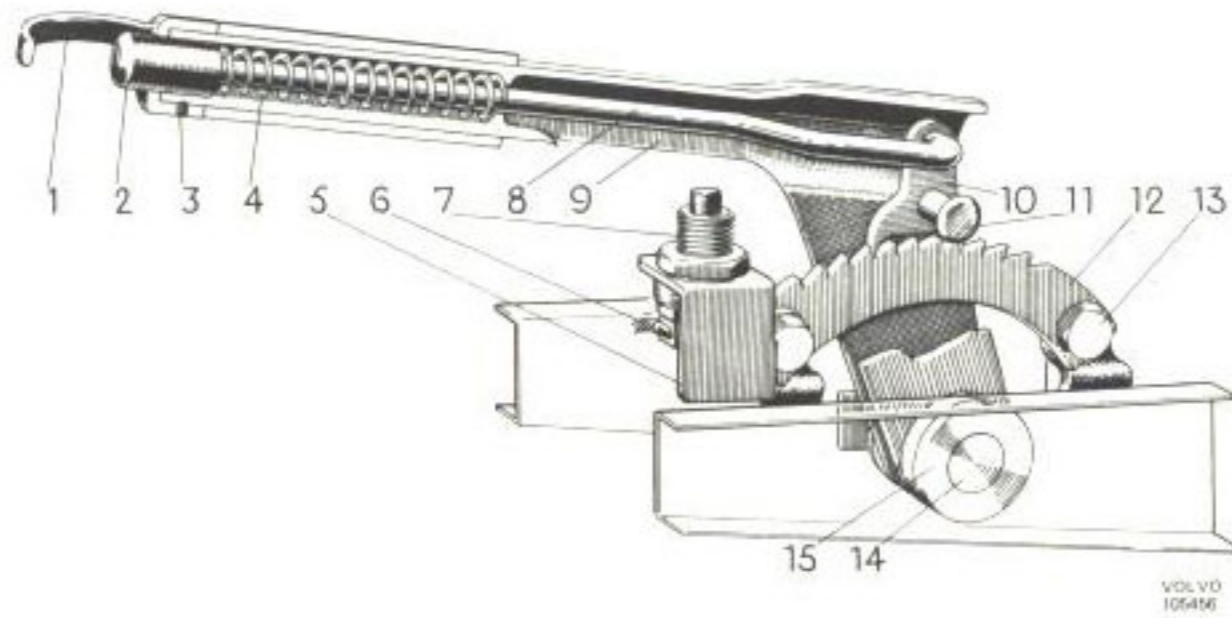

Bild 115. Manöverdetaljer, 1800
4. Skruva ur låsskruven (3 bild 115) och demontera bygeln (1) och knappen (2). Ta ur fjädern ur spaken. Demontera niten (11) och ta ur tryckstång (8) och spärrhake (10).